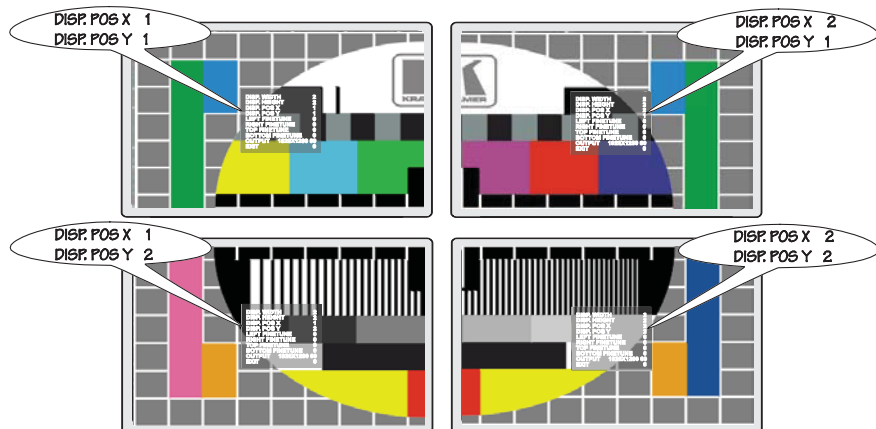

Рис. 4. Установка положения каждого из экранов
7. Установите положение каждого из дисплеев (позиция верхнего левого изображения определяется как X=1 и Y=1, см. рис. 3) на ТВ стене с помощью подменю DISP. POS X и DISP. POS Y для каждого из экранов в соответствии с рис. 4.